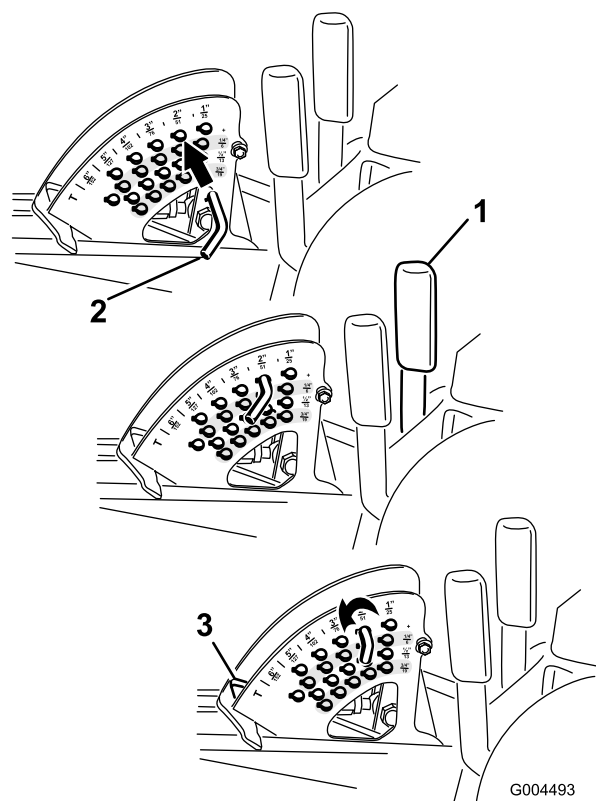

図 21
注 デッキを上昇位置にロックするには、上昇位置からさらに 15 cm 上昇させ、刈高ストップ・ピンを抜いて(刈高の調整の項を参照)、刈高 15 cm (6インチ) の穴に通します(図 21)。
1. エンジンが回転している状態で、デッキ昇降レバーを手前に引き、デッキが完全に上昇したら 直ちにレバーから手を離す (図 21)。
2. ストップ・ピンについているロール・ピンを回してピンと刈高設定穴のスロットとが整列したところでピンを抜き取る (図 21)。
3. 刈高ブラケットについている穴から、希望する刈高に対応する穴を見つけ、その穴にピンを通し、ピンを回してロックする (図 21)。
注 刈高設定穴は、扇形の外周に一番近い段から全部で4段 (列) あります (図 21)。外周側の列は、外周部に刻印されている通りの刈高の穴です。2 列目の穴は、1 列目の刈高よりも 6 mm 高い刈高となります。3 列目の穴は、1 列目の刈高よりも 12 mm 高い刈高となります。4 列目の穴は、1 列目の刈高よりも 18 mm 高い刈高となります。刈高 158 mm だけは例外で、2列目のはずれにあります。この穴にセットすると 刈高 158 mm となります (6 mm アップにはなりません)。